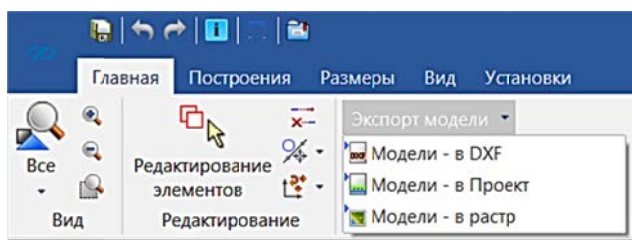

Рис. 6.7. Команда ЭКСПОРТ МОДЕЛИ
5. По согласованию с преподавателем выполните экспорт чертежа в указанный формат с помощью команд **Экспорт модели** (рис. 6.7). При необходи-